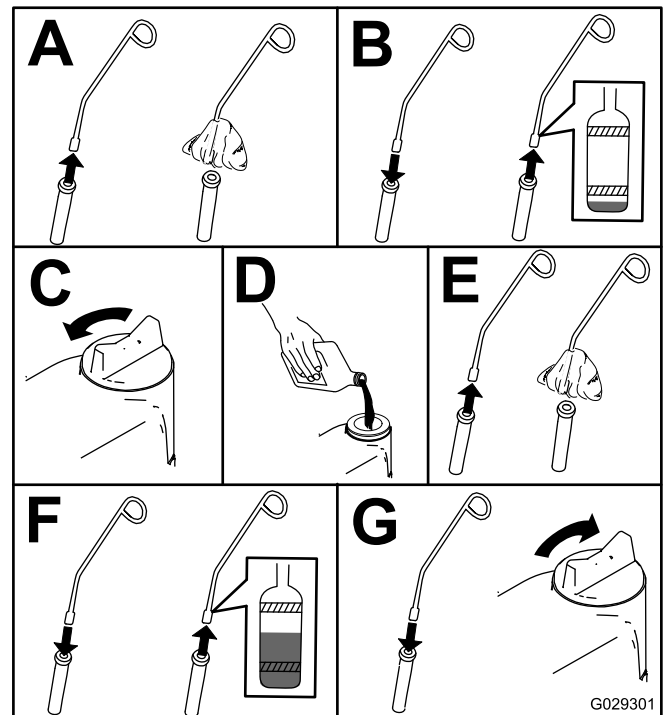

Bild 40
4. Kontrollieren Sie den Ölstand wie in **Bild 40** gezeigt.